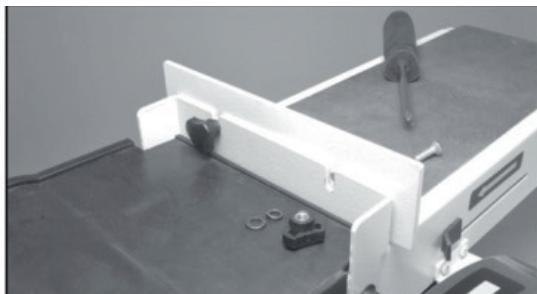

Рис. 5.
2. Вставьте два винта со звездообразной головкой в потайные отверстия в большом ограждении и установите ручки на их резьбовые концы (шайбы на рис. 5 являются дополнительными и не входят в комплект шлифовальной машины).
В ожидании шлифования материала большое ограждение можно легко снять, просто ослабив две ручки и сдвинув его с маленького ограждения (рис. 5).